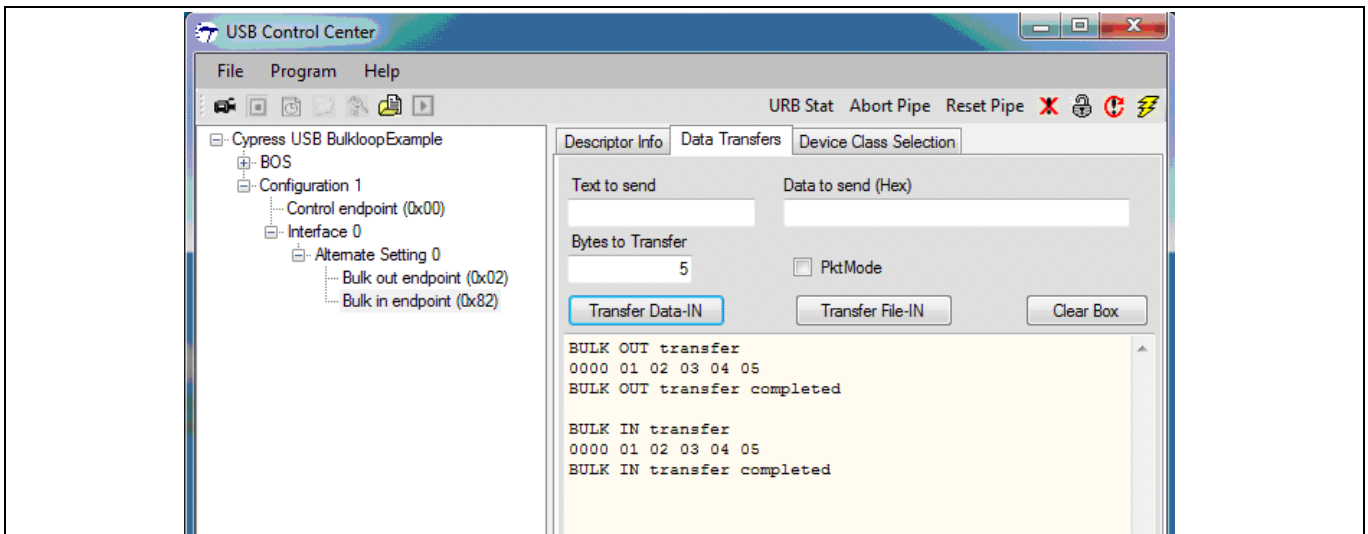

Figure 25 BULK IN 传输
3. BULK Loop 程序使用相应编号的 IN 端点回送通过 OUT 端点接收的所有数据。要执行 BULK IN 传输，请选择左侧屏幕中的 **BULK in endpoint (0x82)**。向 **Bytes to Transfer** 字段内输入需要传输的字节数量。点击 **Transfer Data-IN**。Figure 25 显示了在 IN 端点 (0x82) 上接收到相同的 5 个字节。